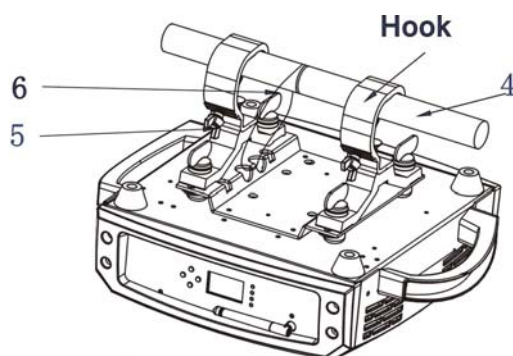

图.2
3. 如图 2 所示，将灯具固定到支架，拧紧快锁挂钩上的螺丝，用安全绳固定，确保灯具安装安全。